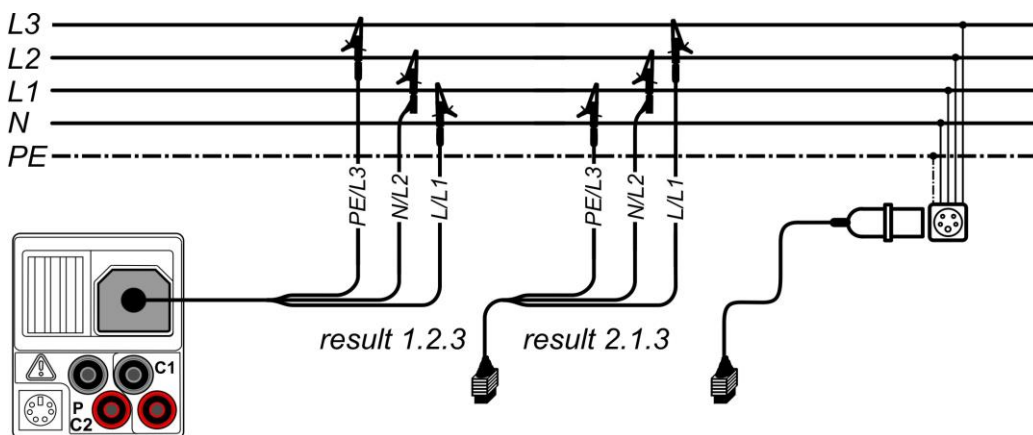

Abbildung 5.2: Anschluss der 3-Leiter-Prüfleitung sowie des optionalen Adapters im Drehstromsystem
- **Schließen** Sie die Prüfleitungen am Prüfling an, (siehe **Abbildung 5.2 und 5.3**).